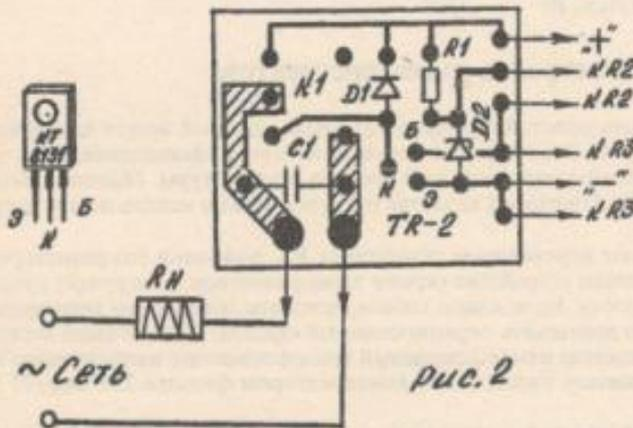

рис. 2
**Внимание!** Исполнительное устройство терморегулятора имеет гальваническую развязку от осветительной сети, а нагревательный элемент (RH — см. рис. 2) питается напряжением сети, поэтому необходимо соблюдать правила техники электробезопасности: